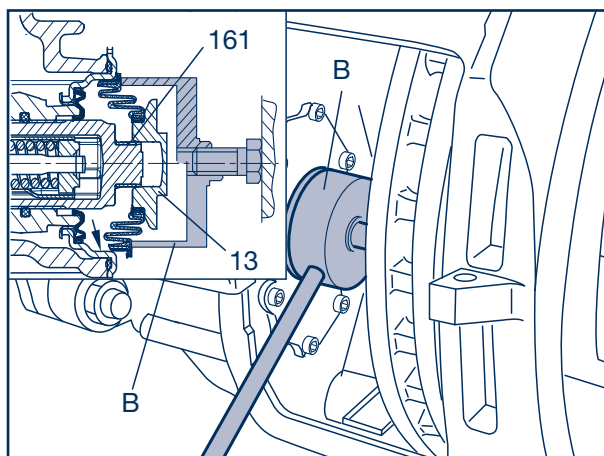

Fig. 8
**Der Dichtsitz für den Faltenbalg im Bremssattel (Fig. 8/Pfeil) muss sauber und fettfrei sein.**
The seal seat for the bellow in the brake caliper (Fig. 8/arrow) must be clean and free from grease.
Le plan de joint du soufflet à l'intérieur de l'étrier de frein doit être propre et parfaitement exempt de graisse (Fig. 8/flèche).